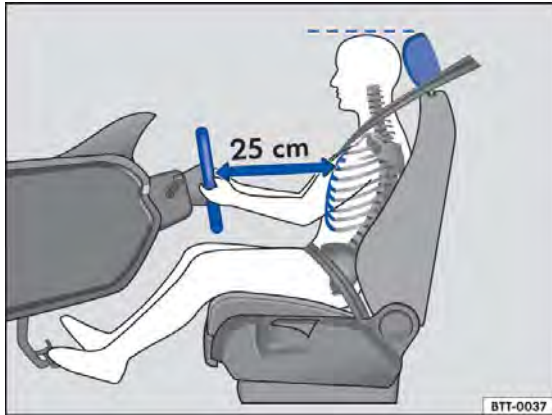
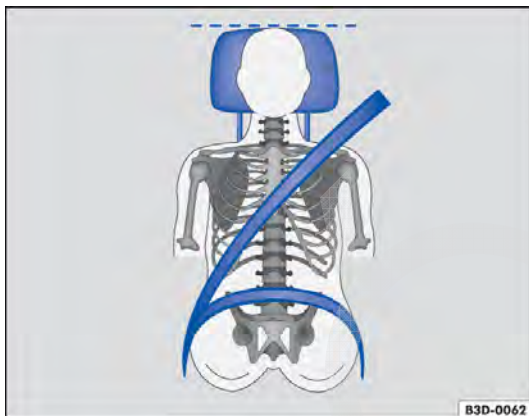

Fig. 35 A distância correta entre o condutor e o volante deve ser de, no mínimo, 25 cm.
Fig. 36 Posição correta do cadoço do cinto de segurança e ajuste correto do apoio para cabeça.
- Ajustar o banco de modo que a distância entre ele e o tórax tenha no mínimo 25 cm → Fig. 35 e que o condutor possa segurar o volante pela borda externa com as duas mãos e os braços ligeiramente dobrados.
- Ajustar o banco do condutor na direção longitudinal de modo que os pedais possam ser acionados com as pernas ligeiramente arqueadas → Fig. 35.
- Para os assentos com apoio para cabeça: ajustar o apoio para cabeça de modo que a sua borda superior se encontre preferencialmente na mesma linha da parte superior da cabeça → Fig. 35 e → Fig. 36 – porém não abaixo da altura dos olhos. Posicionar a parte posterior da cabeça o mais perto possível do apoio para cabeça.